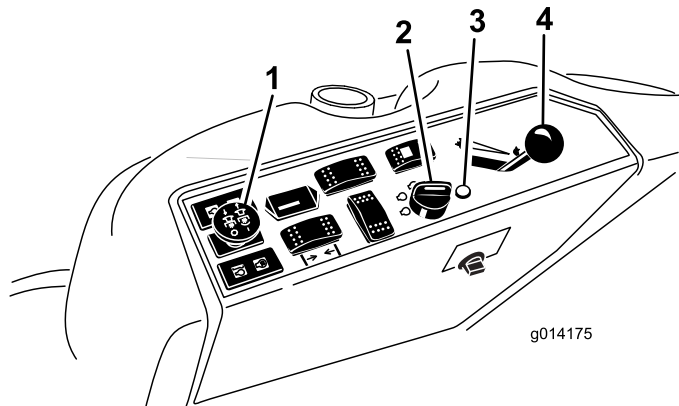

Figura 21
4. Mueva el interruptor de la toma de fuerza (TDF) a la posición de DESENGRANADO (Figura 21).
5. Ponga la palanca del acelerador en un punto intermedio entre las posiciones de RÁPIDO y LENTO (Figura 21).